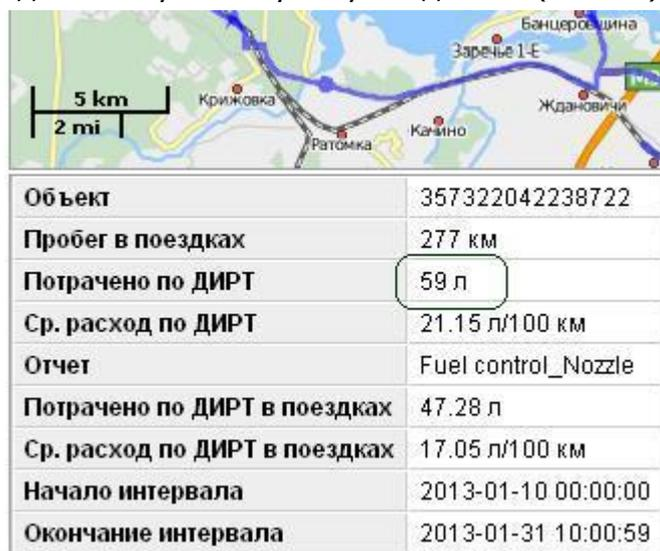

Рисунок 19
3.9. В отчёте по израсходованному топливу получим данные (Рис. 19):